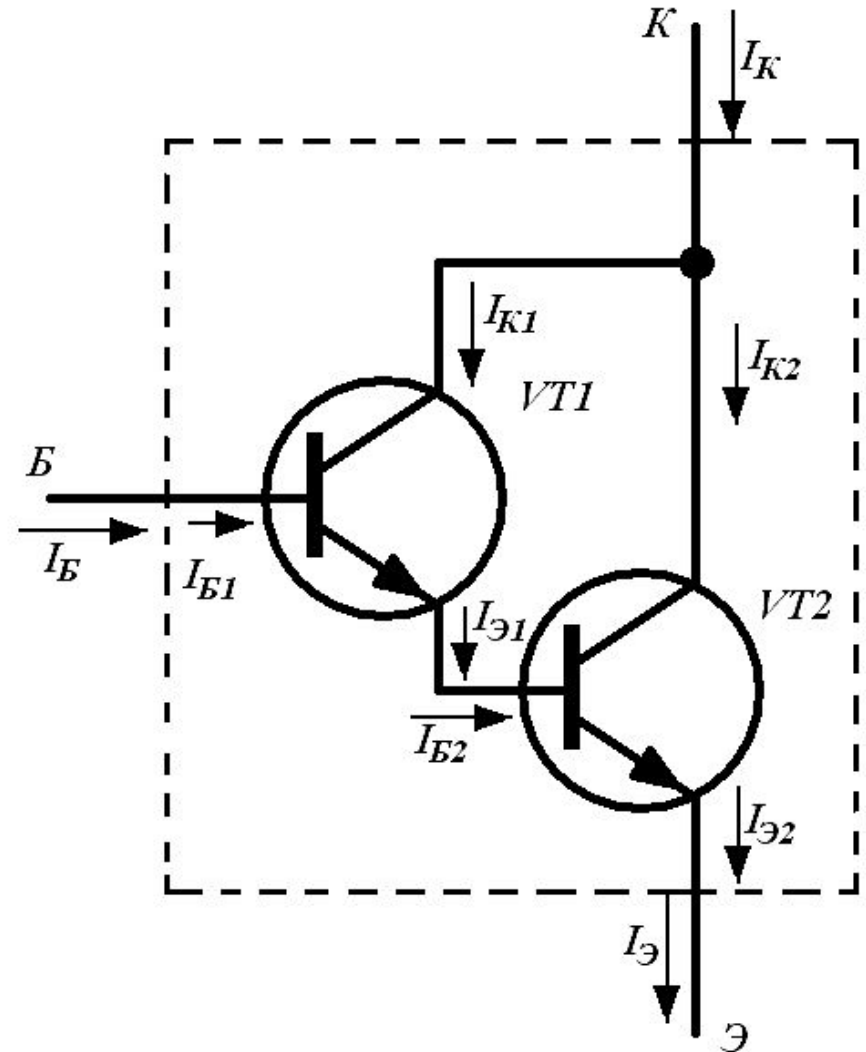

Рис.2. Пара Дарлингтона.
- Рассмотрим пару Дарлингтона, выполненную на двух n - p - n транзисторах (см. рис.2), где **Б**, **Э**, **К** – выводы эквивалентного транзистора.